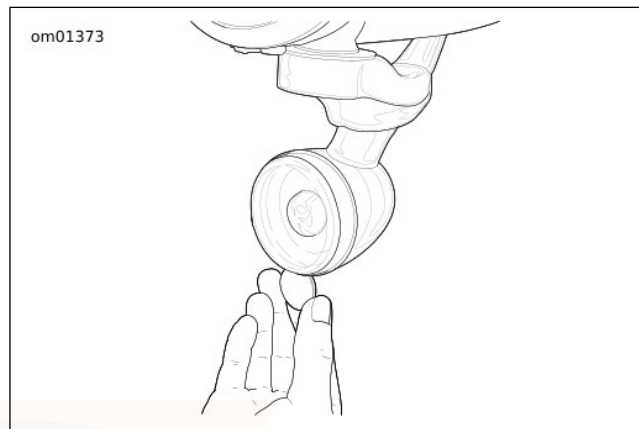

Figura 85. Muesca de la tapa del lente
1. Vea Figura 85. Inserte una moneda en la muesca. Cuidadosamente gire hasta que la tapa del lente salga de caja de la luz.